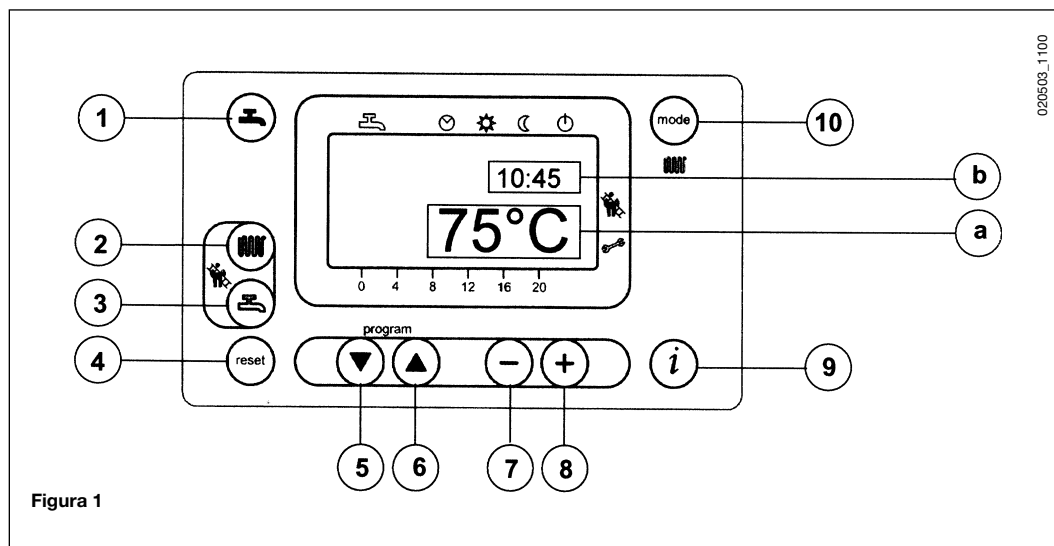

Figura 1
- Apretar la tecla  (2- figura 1) para programar la temperatura del agua de calefacción;
- apretar una de las dos teclas   (1 o 10 - figura 1) para memorizar y volver al menú principal.
Nota. Con sonda exterior conectada, mediante la tecla  (2 – figura 1) es posible efectuar la traslación de la curva de calefacción. Apretar las teclas   para disminuir o aumentar la temperatura ambiente del local para caldear.